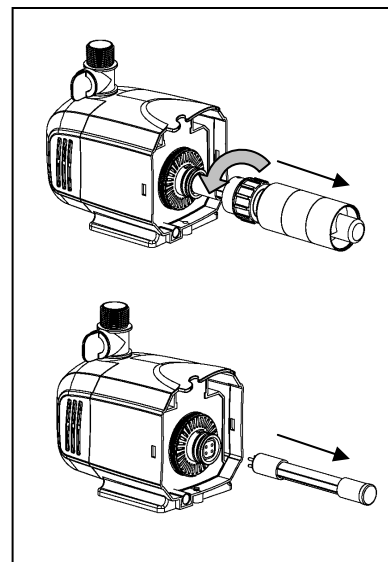

Fig. 14
8. Nota: En el caso de que la bombilla de UV se necesite sustituir, retire el conjunto del tubo de vidrio girándolo a la izquierda y al mismo tiempo alejándolo de la base de la lámpara. Fig. 14